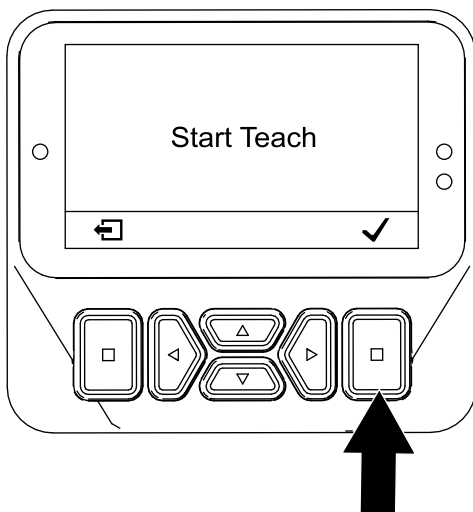

Figura 63
5. No ecrã PRESS OK TO START TEACH (Figura 63), prima o botão de seleção.